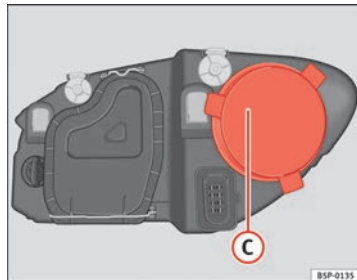

Abb. 185 Fernlicht
- Den Deckel ⇒ Abb. 185 C abziehen.